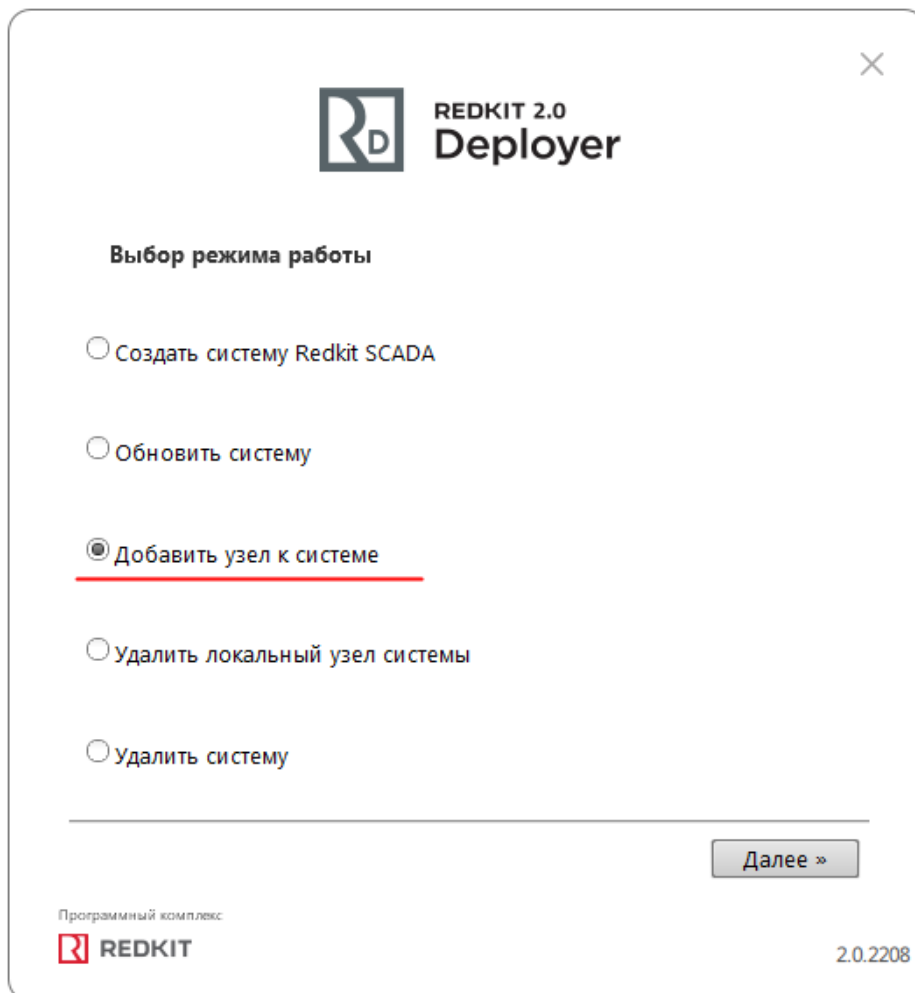

Рисунок 87 - Выбор режима работы
3. Выберите режим работы **Добавить узел к системе** и нажмите **Далее** (Рисунок 87).